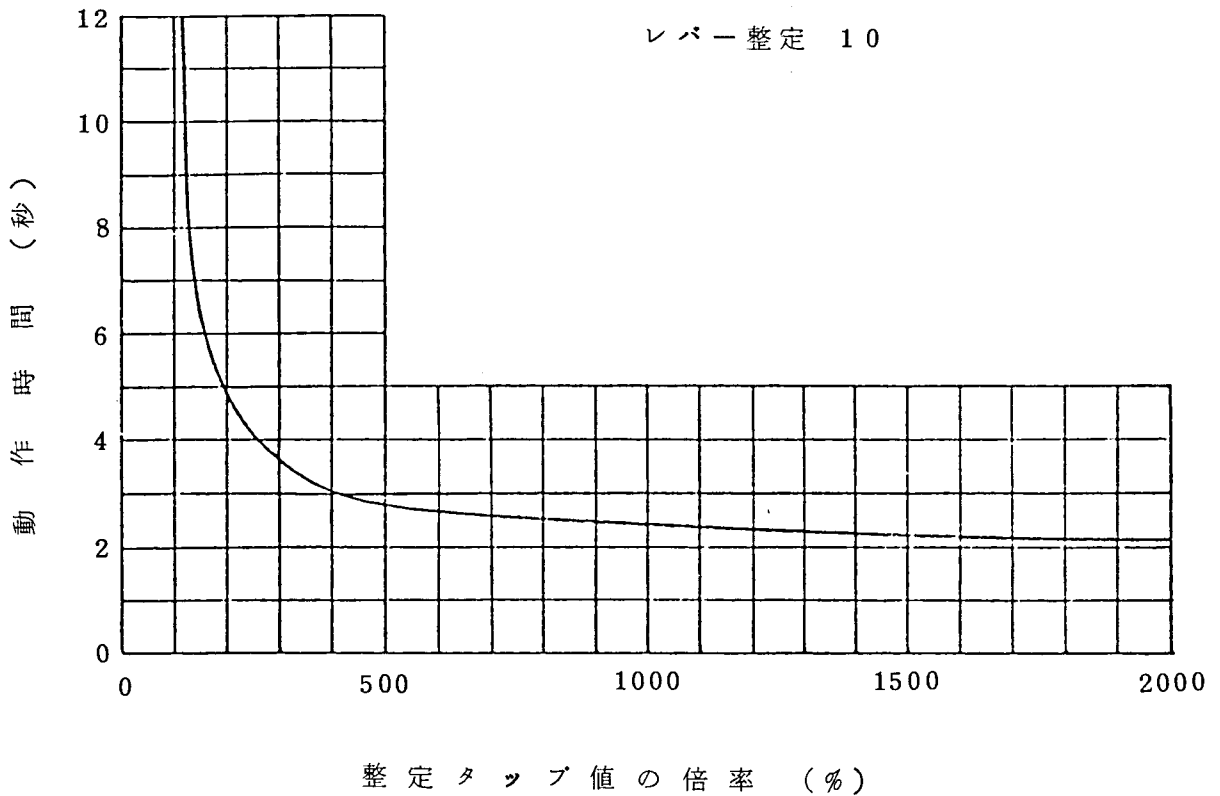

図5 動作時間特性
(1) 定格電流	5 A
(2) 定格周波数	50Hzまたは60Hz(特性上共用はできません。)
(3) 電流整定範囲	3 ~ 12 A
(4) 表示器付補助接触器	DC 0.8 A (抵抗値 1 Ω)
(5) 消費VA	17VA(50Hz)20VA(60Hz)定格値VA
(6) タップ値	3, 4, 5, 6, 7, 8, 10, 12 A
(7) 限時整定	連続整定(レバー0.5~10)
(8) 動作時間特性	図5参照
(9) 接点構成	限時要素	1 a
(10) 接点容量	投入容量	15 A
各要素ごとに動作時間整定レバーを目盛り10に整定し、タップ値の数倍の電流を流した場合、銘板記載の動作時間で動作することを確認してください。図5は本継電器の標準動作時間特性です。